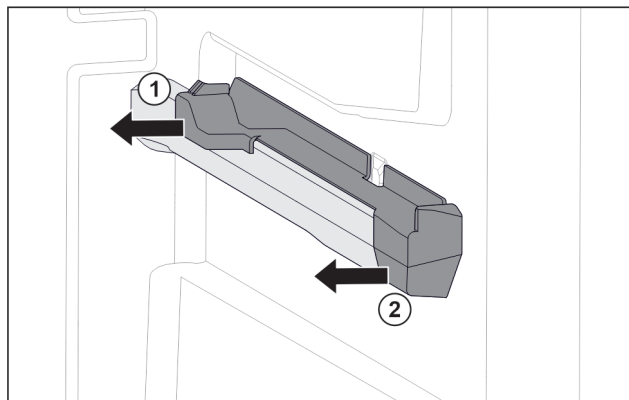

Fig. 33 Element nasadzany na prawym żebrze pojemnika
- ▶ Odciągnąć element nasadzany z tyłu w bok. Fig. 33 (1)
- ▶ Odciągnąć element nasadzany z przodu w bok. Fig. 33 (2)